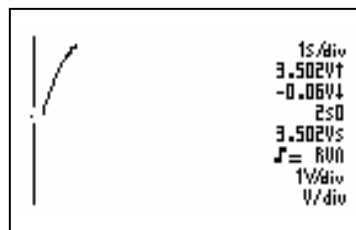

Fig 65
- Con una base de tiempo de 1s/div o más lenta, se visualizará sólo el valor actual (Vs) (fig. 65).